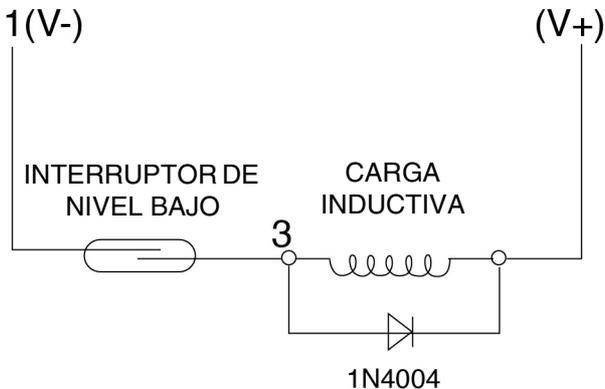

FIG. 4
**Tensión de CC:** se recomienda un diodo 1N4004 (o equivalente) conectado desde el cátodo al polo positivo, como se muestra en la FIG. 4.